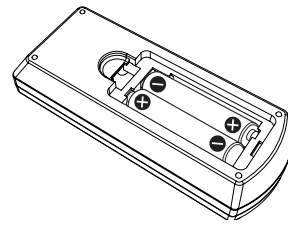

Fig. 2
- 2) Insérez les piles et fermez le couvercle (insérez d'abord le côté «  $\ominus$  »). (Fig. 2)